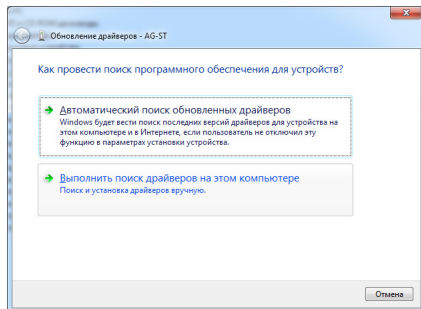

Рис.1. Обновление драйверов AG-ST.
3. В появившемся меню выберите пункт «Выполнить поиск драйверов на этом компьютере» (рис.1).